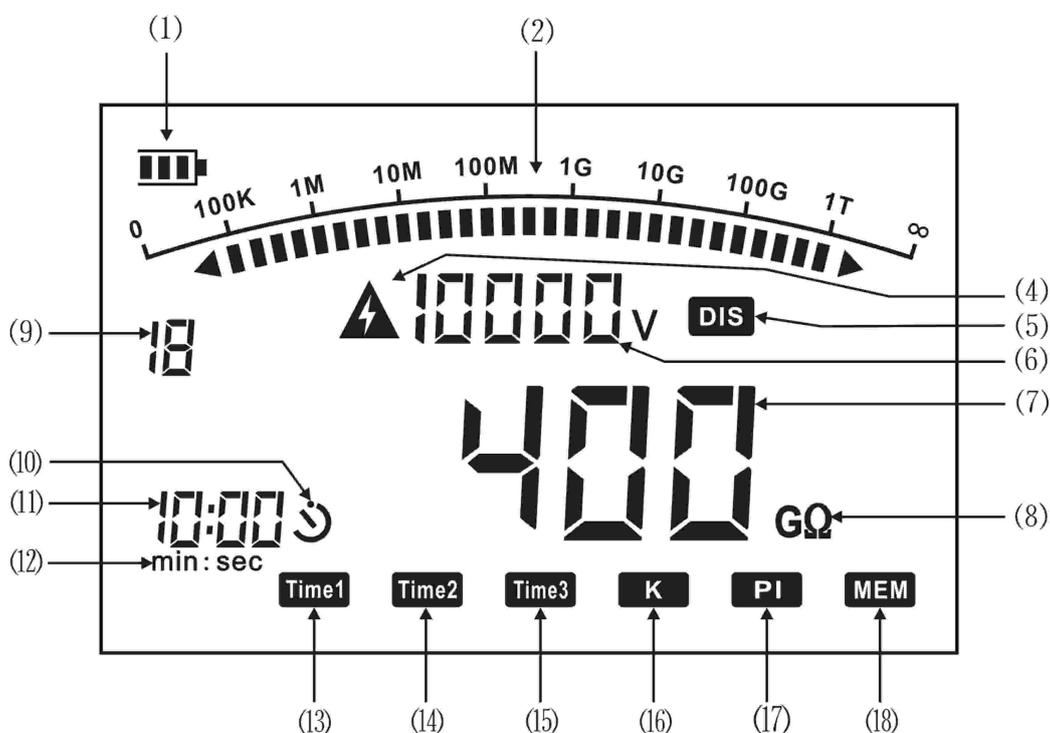

图 2: 液晶显示屏显示内容
3、将带高压测试线红色插头端插入**(3) LINE端**，绿色插头端插入**(2) GUARD端**，另一端探针或夹子接于被试设备的高压导体上。将测试线副线（绿色）插入**(2) GUARD端**(右手边)，另一端接于被试设备的高压护环上，以消除表面泄漏电流的影响（详见“屏蔽端的使用方法”相关内容。将另外一根黑色副线测试线插入**地端 (EARTH) (1)**端，另一头接于被试设备的外壳或地上，如图2所示。